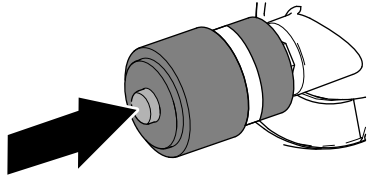

Figura 78
1. Si se muestra una banda roja en el indicador de mantenimiento, pulse el botón de reinicio situado al final del indicador (Figura 78).